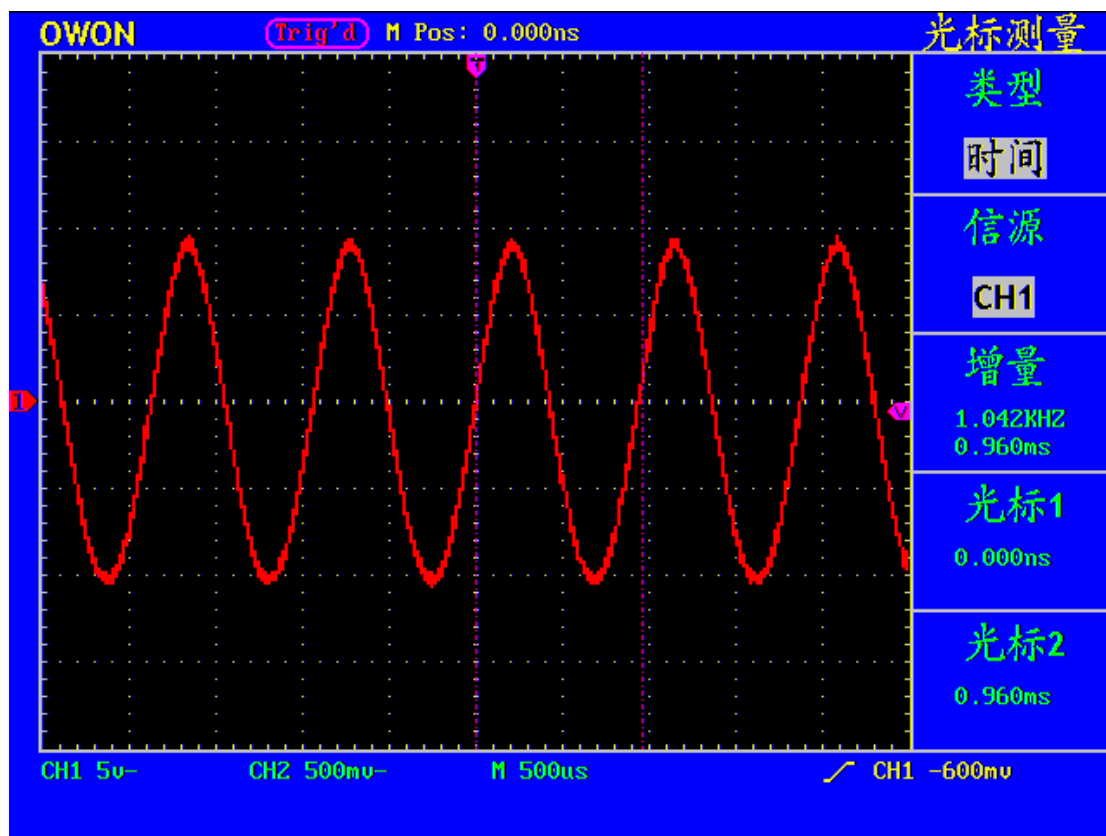

图 52： 时间光标测量波形
- 4、根据被测波形调整光标1、光标2的位置，增量窗口显示光标1和光标2之间的周期和频率。光标1窗口显示光标1当前的位置，光标2窗口显示光标2当前的位置。见图52：